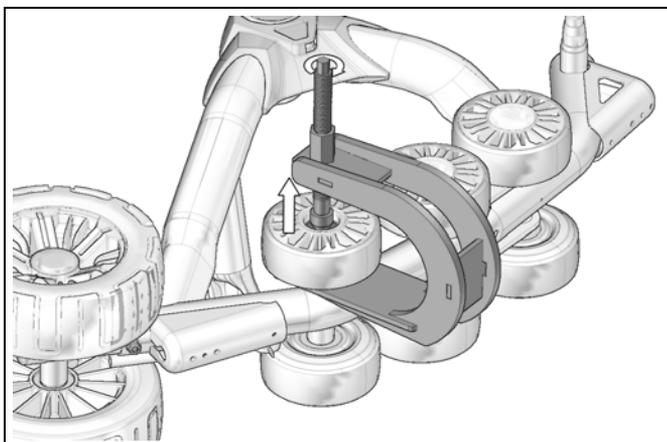

Abbildung 36
- Platzieren Sie den Abzieher wie in Abbildung 36 dargestellt unter dem Rad. Dann die Gewindestange drehen, um das Rad abziehen.